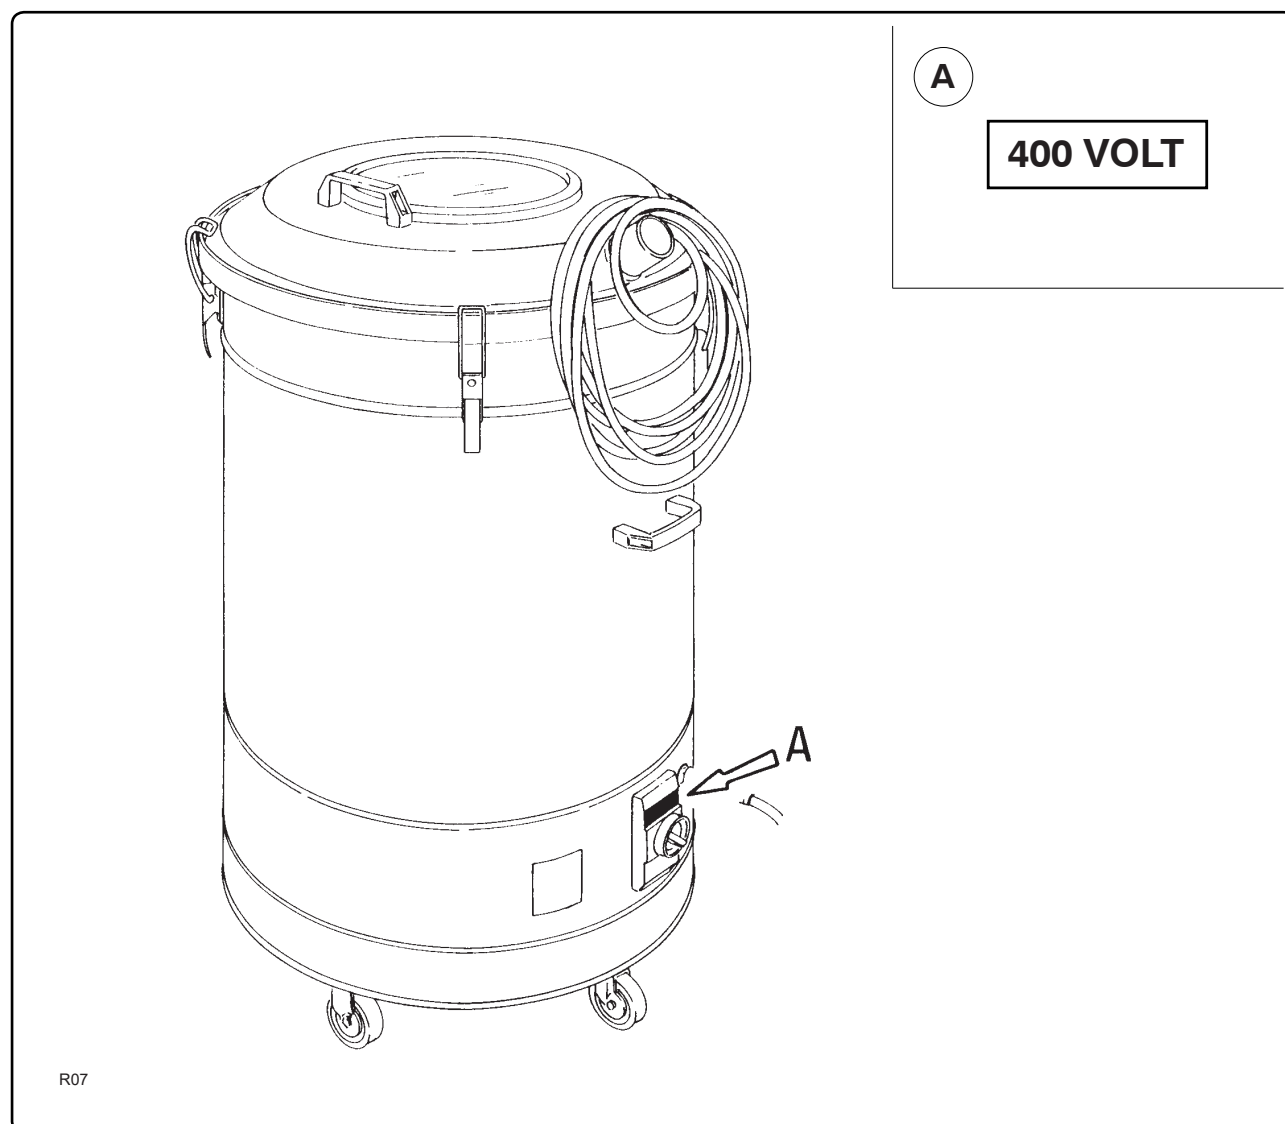

Fig. 3.2.1
3.2 - Targhe di avvertenza (fig. 3.2.1)**ATTENZIONE!!**
3.2 - Warning plates (fig. 3.2.1)**ATTENTION!!**
3.2 - Plaques de recommandation (fig. 3.2.1)**ATTENTION!!**
3.2 - Warnschilder (Abb. 3.2.1)**ACHTUNG!!**